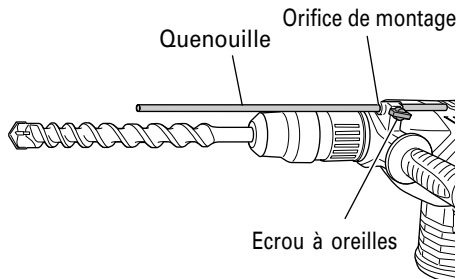

Fig. 11
5. Installer la quenouille (Fig. 11)